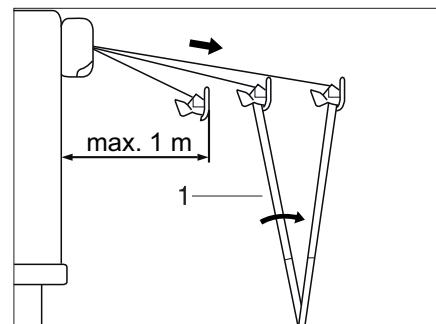

Fig. 41 Emplazamiento del toldillo
- Desplegar los pies de apoyo (Fig. 41,1) y ponerlos en el suelo.